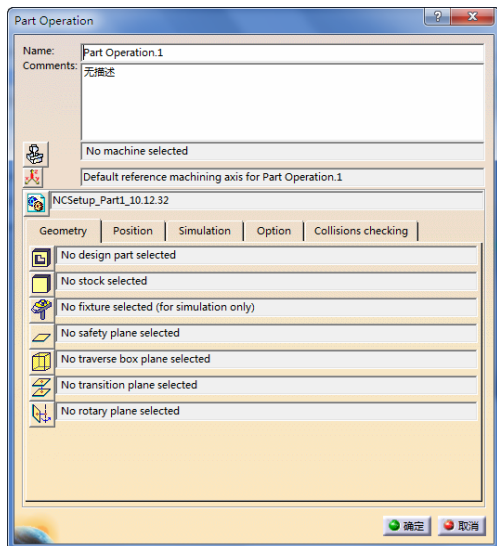

图 4-3 “Part Operation”对话框(1)
1) 在特征树上双击“Part Operation.1”节点, 弹出“Part Operation”对话框(1), 如图4-3所示。